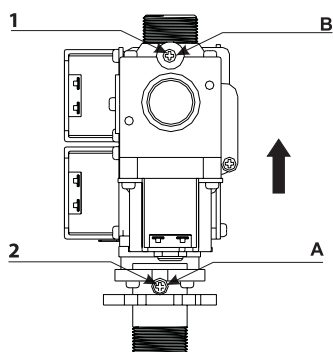

Рис. 15. Газовый клапан
- Открутите винт 1 и подключите газовый манометр к штуцеру замера давления газа «В» на выходе из газового клапана (см. рис. 15);